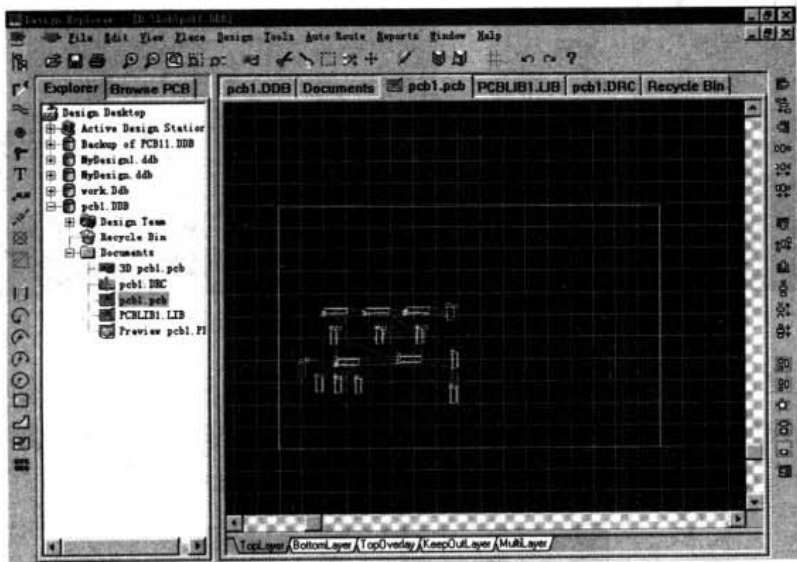

图 13-1 PCB 文件打开对话框
- (1) 运行 Protel 99 SE, 在如图 13-1 所示的界面中,单击左边设计导航树中的 pcb1.DDB 前的图标 , 弹出文件目录, 在文件目录中单击需手工定位的 PCB 文件, 再调整当前状态到 PCB 板设计状态。